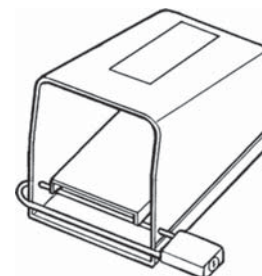

Рисунок 1 – Заблокированный педальный выключатель
- Заблокируйте педальный выключатель, если станок не используется (см. рисунок 1.)